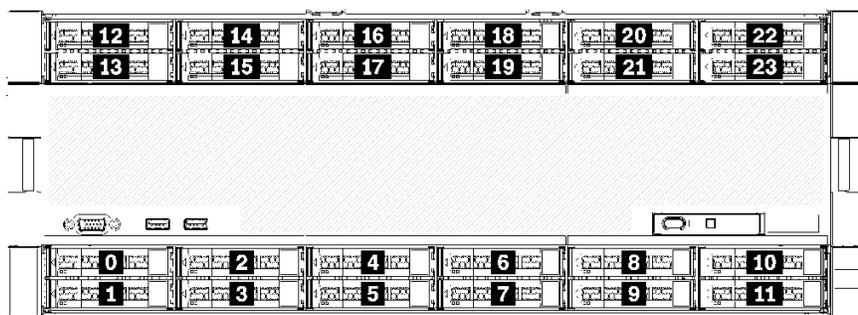

図 11. ドライブ・ベイの位置
- 上から 2 台のドライブでは SAS、SATA、または NVMe インターフェース・ドライブがサポートされています (Lenovo AnyBay)。このサーバーは、サーバー構成に応じて最大 12 台の NVMe ドライブをサポートできます。22 ページの 図 11 「ドライブ・ベイの位置」 に示されているように、NVMe 対応ドライブ・ベイは偶数のベイです。